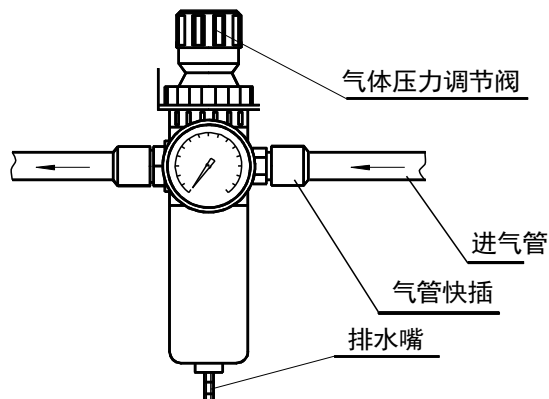

图 6 调压过滤器
10) 压缩空气的连接及调压过滤器的使用（调压过滤器功能见图 6）：